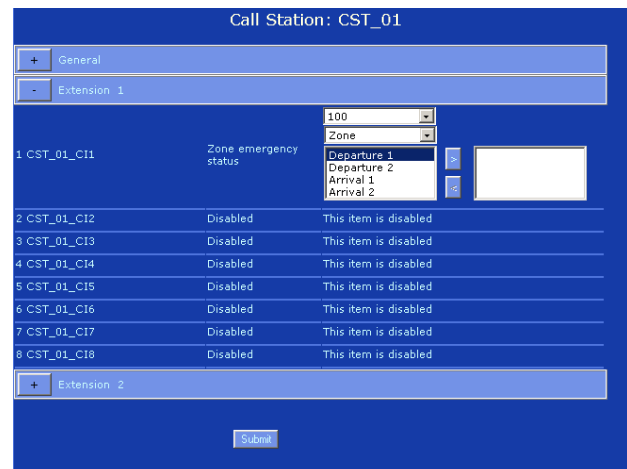

figura 36.33: Zone emergency status, passaggio 4
- 4 Selezionare la priorità che deve essere assegnata all'azione. Per avere un esempio, vedere figura 36.33.